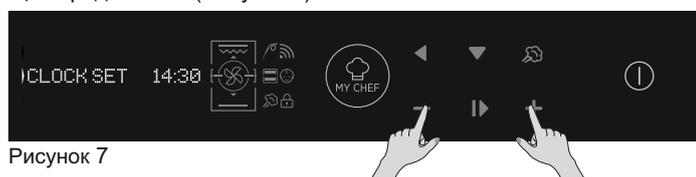

Рисунок 7
- Встановіть час, натискаючи кнопки **ПЛЮС** і **МІНУС**. Натисніть **ОК**, щоб продовжити. (Рисунок 7)